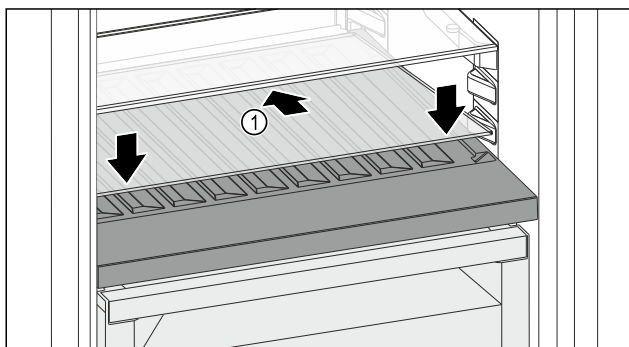

Fig. 139
- Placer la plaque de verre Fig. 139 (1) en biais et inclinée vers le bas.
- Abaisser l'avant de la plaque de verre Fig. 139 (1).